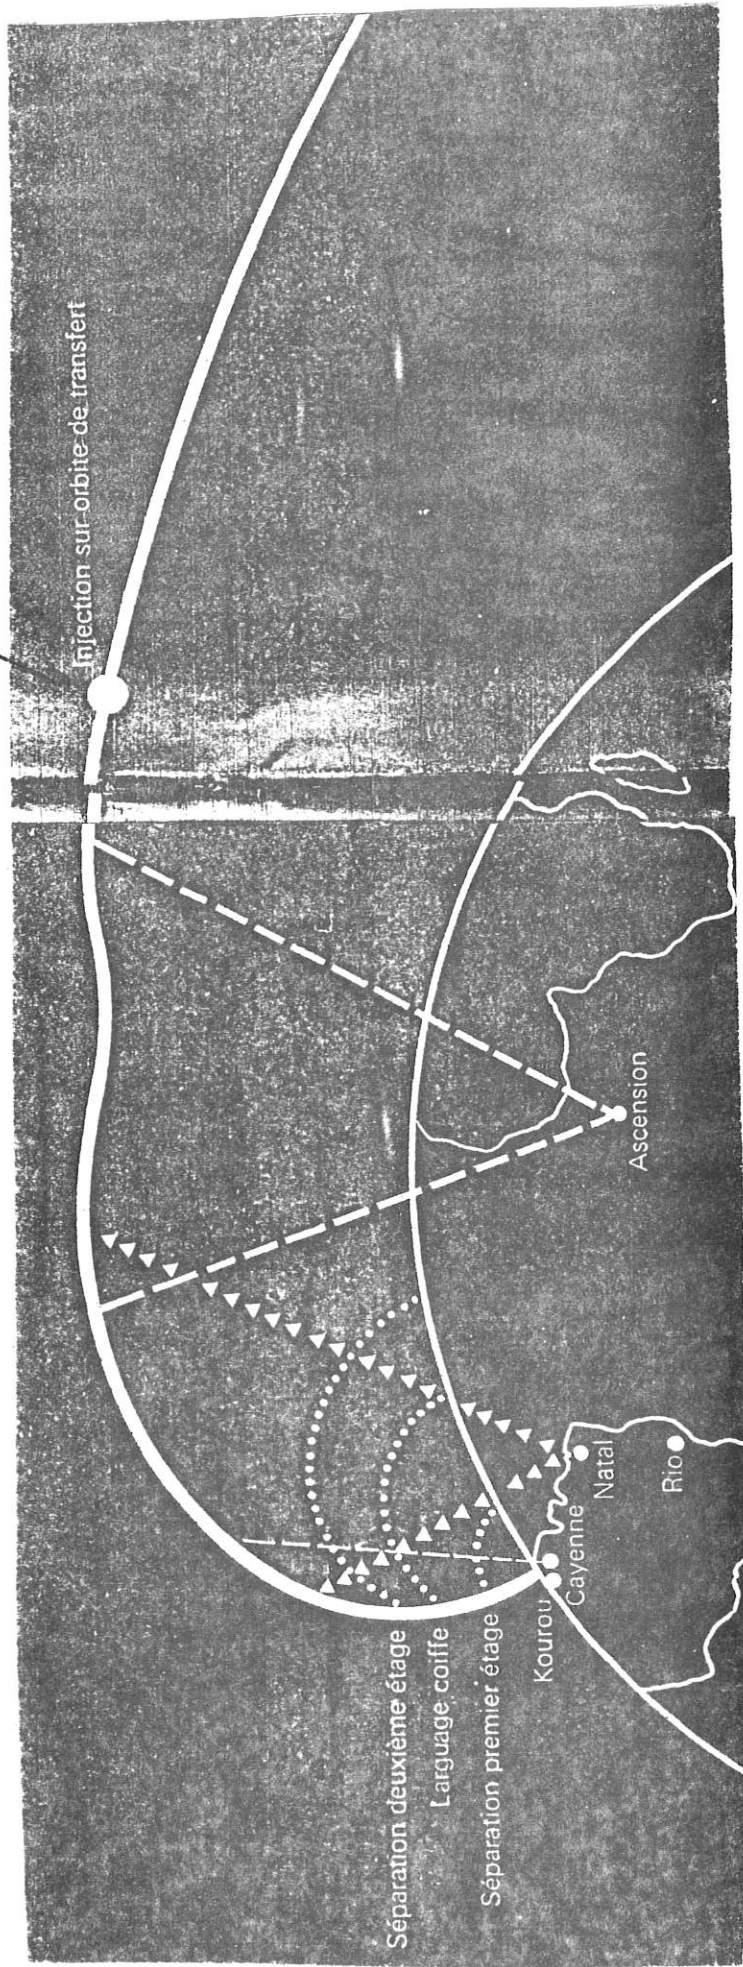

Fig. 11.- Trajectoire ; Type de lancement géostationnaire
2.- Installations de lancement (fig. 11, 12).
3.- Trajectoire (fig. 11).